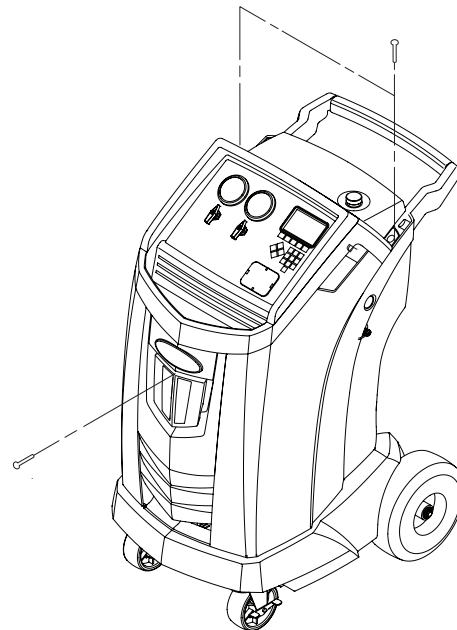
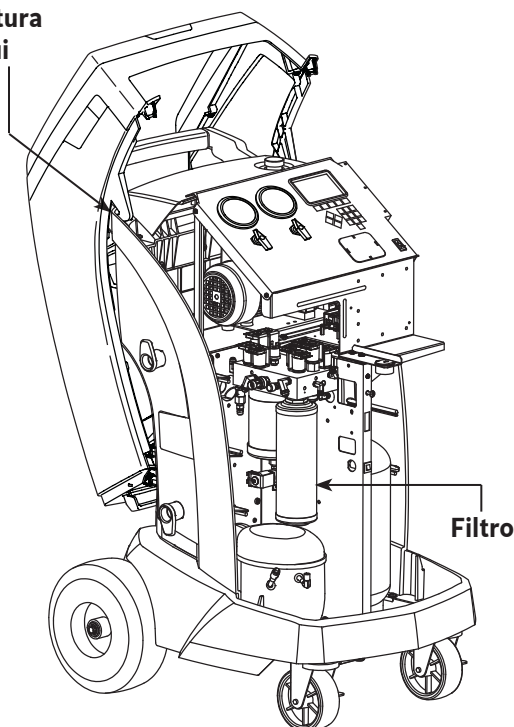

Figura 6
Figura 7
Nota: Acesso à entrada do cartão SD pode exigir a remoção da cobertura. Ver Figura 7 na página 23.
Desligue a ignição da máquina. Reinstale o frasco de drenagem de óleo. Remova os parafusos que fixam a cobertura. Ver Figura 6.
3. Pendure a cobertura na parte traseira da máquina como mostrado na Figura 7.
6. Instale o novo filtro rosqueando-o no sentido horário no lugar. Verifique se o filtro está posicionado corretamente, como mostrado na Figura 7. Aperte o filtro com 20 Nm.
3. Remova e guarde a cobertura como mostrado na Figura 6 e Figura 7.
3. Remova os parafusos que fixam a cobertura. Ver Figura 6.
4. Pendure a cobertura na parte traseira da máquina como mostrado na Figura 7.